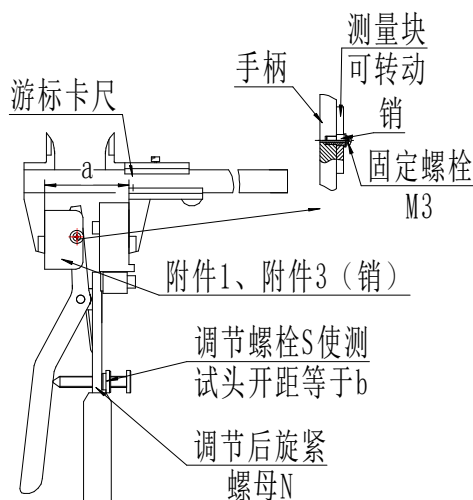
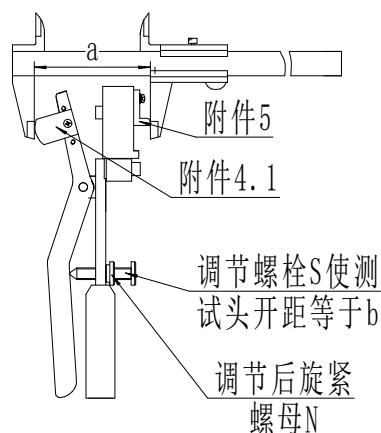
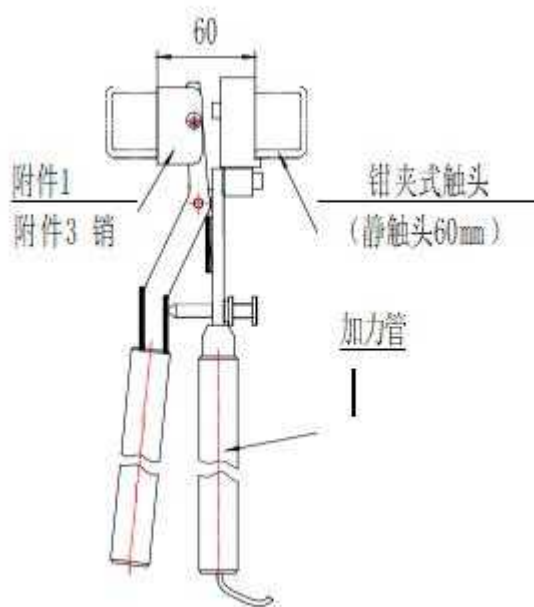
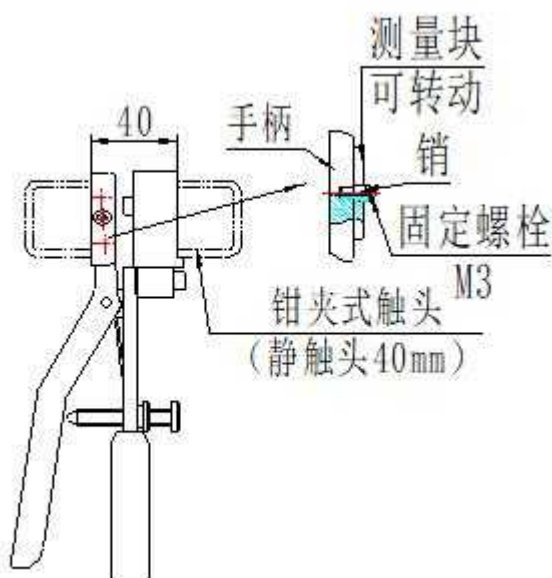

图 3 模拟触头宽度测量示意图
图 4 模拟触头宽度测量示意图
图 5 折臂式隔离开关（静触头 60mm，如 GW22B-252）测量示意图
图 6 折臂式隔离开关测量示意图4.1.6 图 7 是折臂式隔离开关已装静触头的示意图。测量时将模拟触头尺寸 a 调整到大于静触头 1mm 左右，如静触头直径为 $\Phi 40\text{mm}$ ，则需调整 $a=41\text{mm}$ 。一只手使缓慢地使模拟触头
4.1.2 根据触头宽度 b ，调整测试仪测试钳（下面称之为模拟触头）的宽度 a ，（见图 3、图4），使 $a=b$ ；
4.1.3 图 3 是用于 折叠式、剪刀式隔离开关模拟触头的调整方法，拆除附件 4、附件 5，装上附件 1、附件 3 销（“1”用于静触头直径60mm 的刀闸，静触头直径 40mm 的刀闸装附件 2、附件 3 销），将卡尺锁定在 a 上，卡住模拟触头，再缓慢调节螺栓 S ，调好后锁紧螺母 N 。测量示意图见图 5、图 6 和图 7
4.1.4 图 4 是用于 转入式隔离开关模拟触头的调整，装上附件 4.1（4.1 用于触头宽度 58-70mm 的刀闸，4.2 用于触头宽度 70-83mm 的刀闸），将卡尺锁定在 a 上，卡住模拟触头，再缓慢调节螺栓 S，调好后锁紧螺母 N。测量示意图见图 8、图 9。